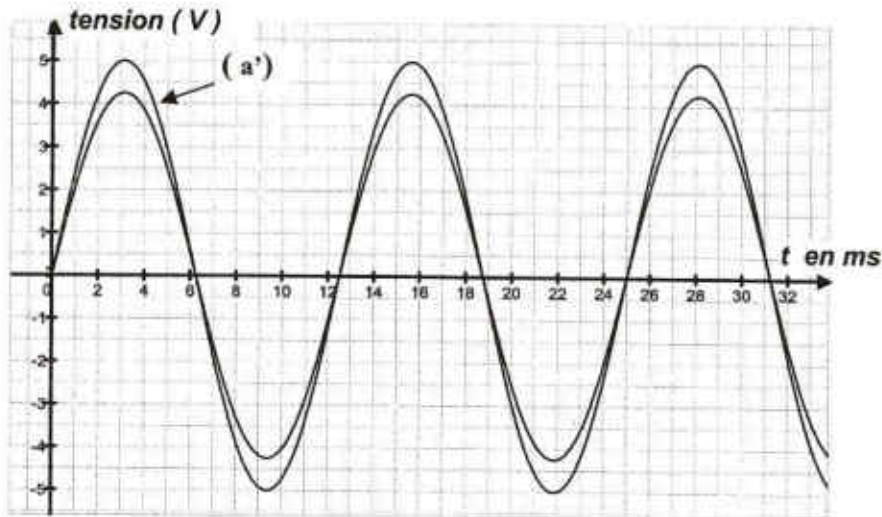

Figure 4
Pour une fréquence N_0 du **GBF**, on obtient les courbes de la figure 4.
- 3- Par exploitation des courbes de la figure 4, déterminer la valeur de :